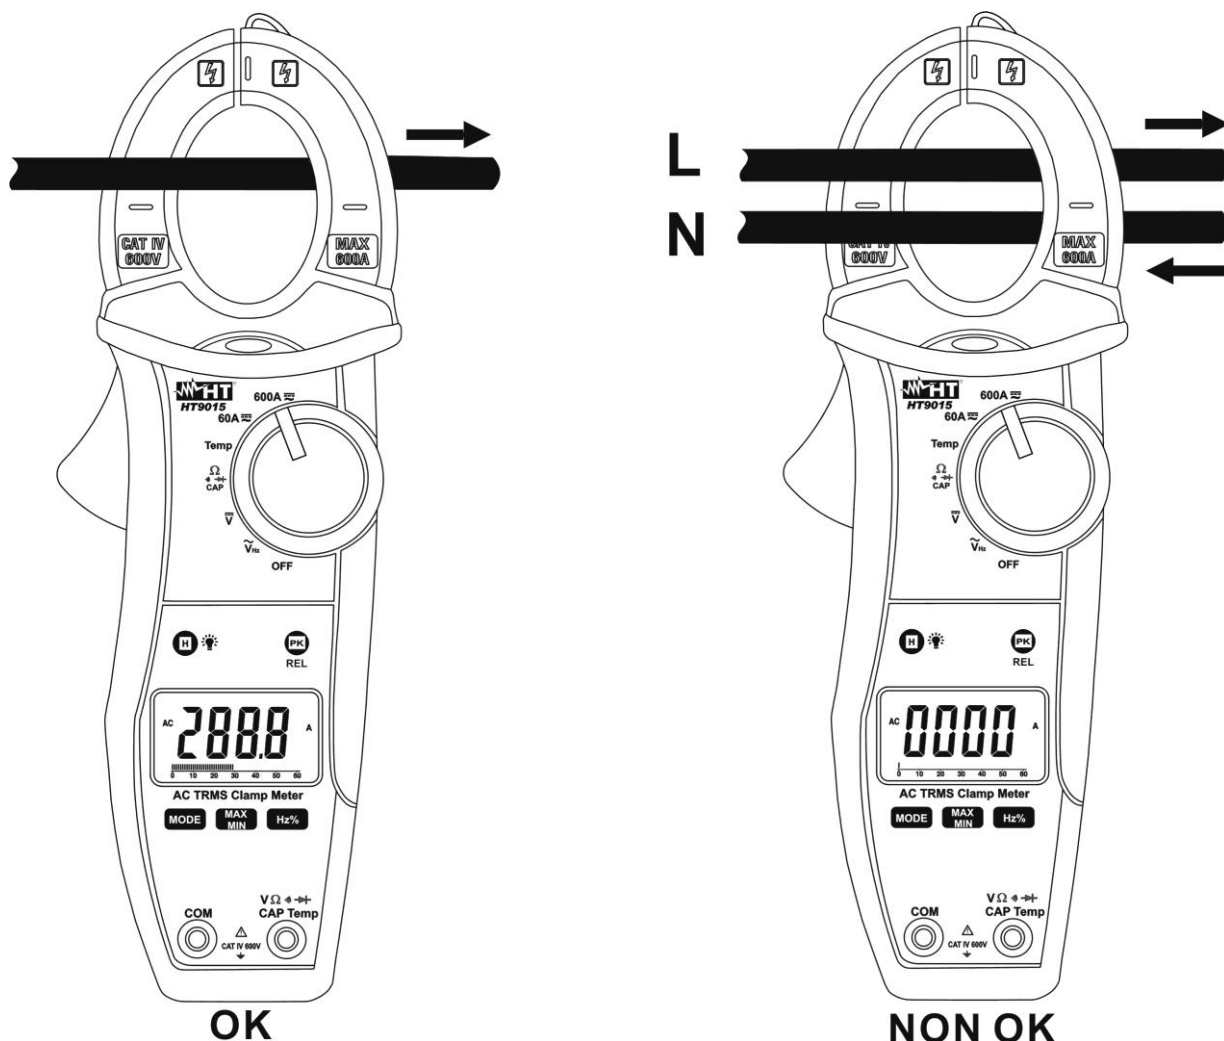

Fig. 9: Uso da pinça para medições de correntes CC
4. A visualização do símbolo “-” indica que o instrumento está inserido de modo contrário ao sentido da corrente (ver Fig. 9)